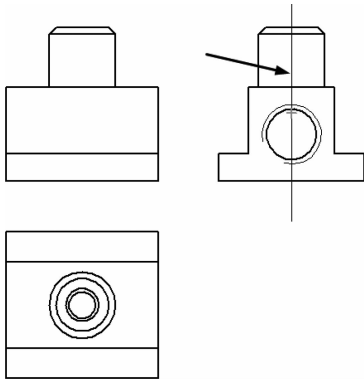

图 9-59 绘制剖切线
(2) 弹出【切割平面】命令条后，单击图形区域的左视图，系统自动进入【切割平面线】绘制环境，采用默认选择的直线绘图工具绘制如图 9-59 所示的直线作为剖切线。然后单击  【关闭切割平面】按钮即可返回工程图环境。